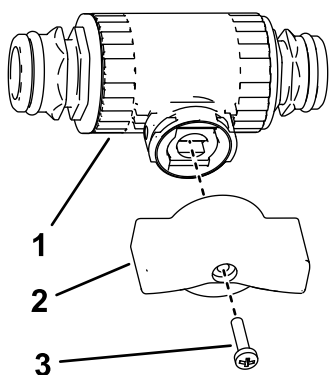

Figure 18
2. Montez la poignée à oreilles rouge sur la vanne de commande, comme montré à la Figure 18.